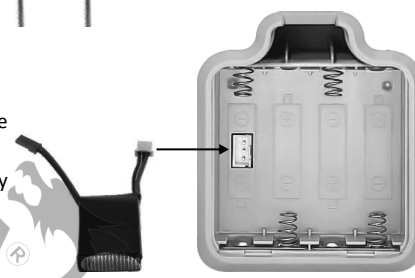

Fig. 2
- Alternatively, insert a 2S lithium battery into the battery compartment socket. (Fig. 2)
- In alternativa, inserire una batteria al litio 2S nella presa del vano batteria. (Fig. 2)